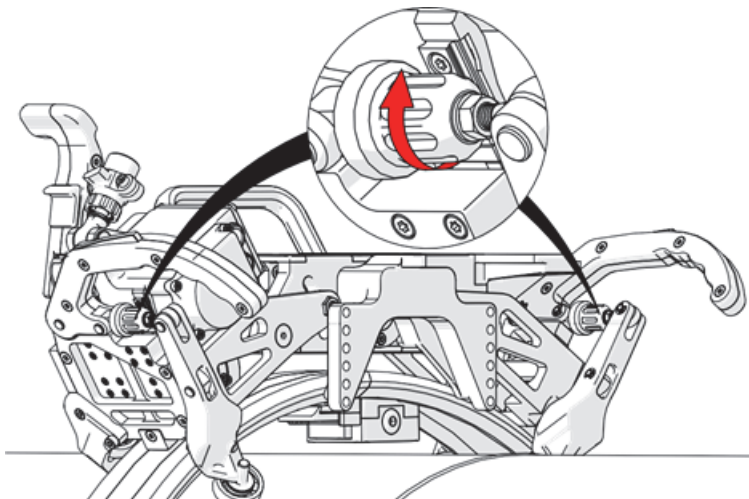

Figura 1-36 Fijación de los ajustadores de abrazadera
6. Fije los ajustadores de abrazadera hasta que todas las ruedas del transportador de motor entren en contacto con la banda (ver Figura 1-36 en la página 53).